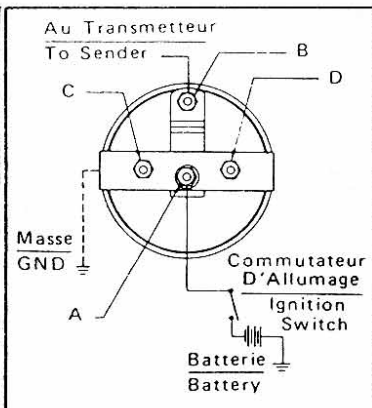

FIGURE 2
2. Si la jauge a QUATRE BORNES: (A) pour raccordement au commutateur d'allumage, (B) pour raccordement au transmetteur, l'une ou l'autre des bornes (C) et (D) peut être utilisée pour raccordement à la masse (et fixation du support du nécessaire d'éclairage 366-CH, si l'éclairage de la jauge est désiré). Voir Figure 2.
NOTE: Les jauges à thermo-mécanismes (Fig. 2) exigent une brève période de chauffage avant d'indiquer avec exactitude la fonction mesurée.
2. If gauge has FOUR TERMINALS: (A) for wire to ignition, (B) for wire to sending unit, (C) and (D) either stud may be used for wire to ground and if lighting is desired (Kit 366CH for 12v or 836232-11 for 24v.) See Figure 2.
NOTE: Thermal type gauge mechanisms (Figure 2) require a brief warmup period before accurately indicating monitored function.